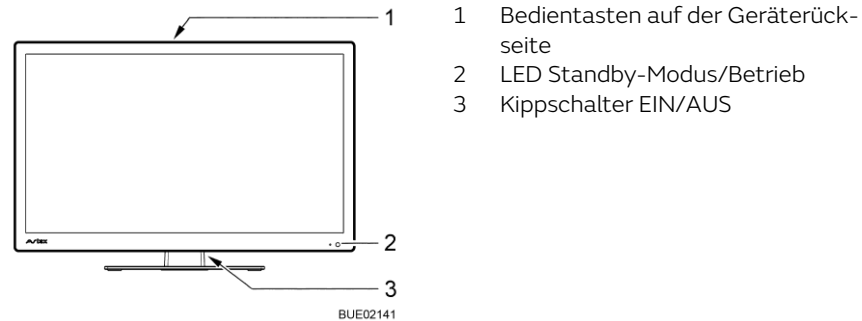
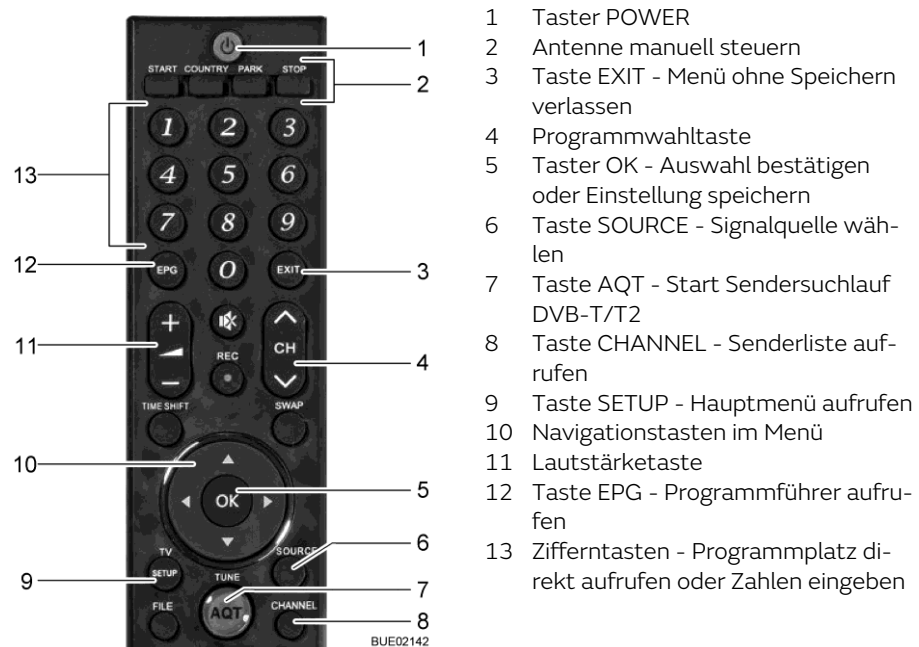

Bild 49 Bedienung am Flachbildschirm
Bild 50 Fernbedienung
- Kippschalter (Bild 49,3) auf der Rückseite des Flachbildschirms auf EIN stellen. Die Anlage schaltet in den Standby-Modus. Die LED (Bild 49,2) leuchtet rot.
- Taste POWER (Bild 50,1) auf der Fernbedienung drücken. Die LED (Bild 49,2) leuchtet blau.
- Programmwahltasten (Bild 50,4 oder Bild 50,13) drücken, bis das gewünschte TV-Programm gewählt ist.
- Taste SOURCE (Bild 50,6) so oft drücken, bis die gewünschte Signalquelle ausgewählt ist.
- Taste PARK (Bild 50,2) drücken. Die Antenne fährt in Parkposition.
- Taste SOURCE (Bild 50,6) so oft drücken, bis die gewünschte Signalquelle (z. B. DVD) ausgewählt ist.
- Taste POWER (Bild 50,1) auf der Fernbedienung drücken. Die Anlage schaltet in den Standby-Modus. Die LED (Bild 49,2) leuchtet rot.
- Kippschalter (Bild 49,3) auf der Rückseite des Flachbildschirms auf AUS stellen.